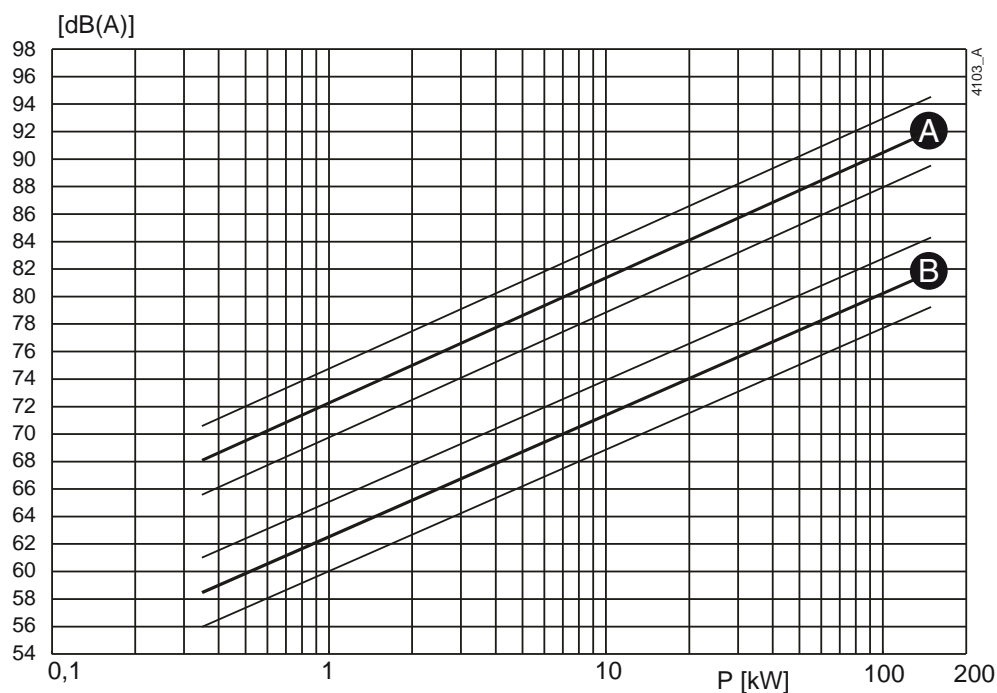
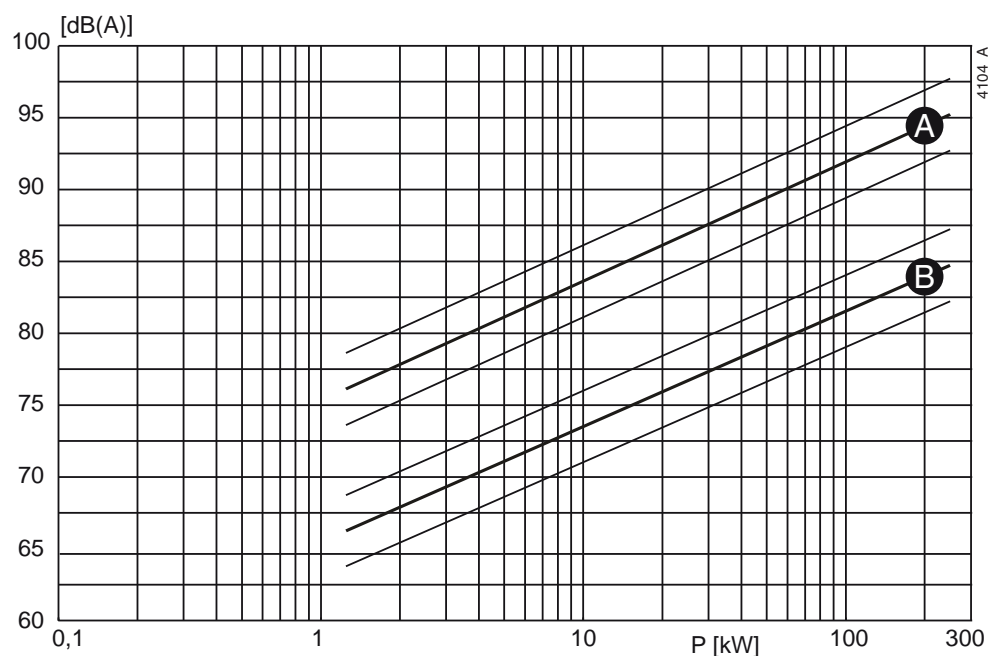

Bild 31: Ljudnivå som funktion av pumpeffekt [kW] vid 1450 min^{-1}
Bild 32: Ljudnivå som funktion av pumpeffekt [kW] vid 2900 min^{-1}
- 1 Bestäm ljudnivå (L1) för pumpen Bild 31 eller Bild 32.